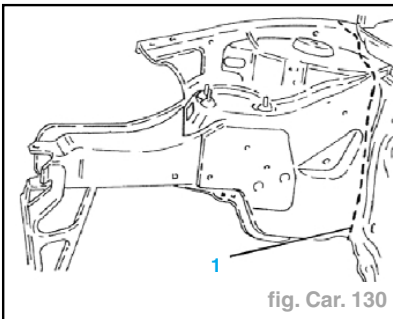

fig. Car. 130
- Appliquer l'apprêt électro-soudable sur les parties meulées (2).
- Effectuer une découpe sur la partie interne du flanc au niveau du dôme de l'amortisseur (1) (fig. Car. 130).